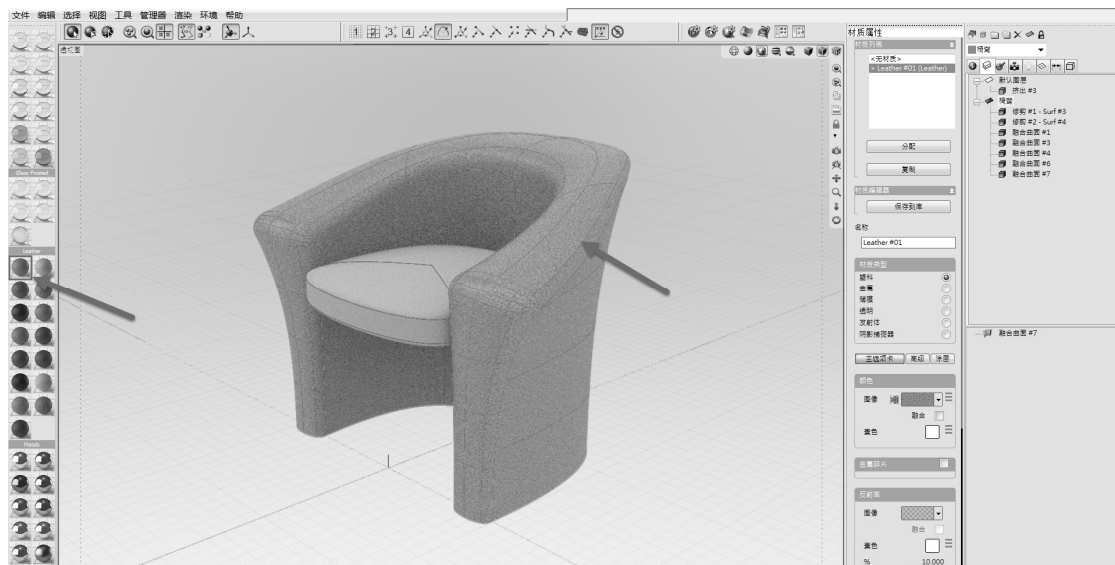

图 8-8 为对象分配材质库中的默认材质
2) 在全局浏览器中,选中“椅背”图层,此时椅背所有曲面都将被选中。在材质库中,选择皮革材质“Leather”卷展栏下的第一种材质“Leather#01”。此时在透视图,所有椅背曲面均被赋予该皮革材质,如图 8-8 所示。